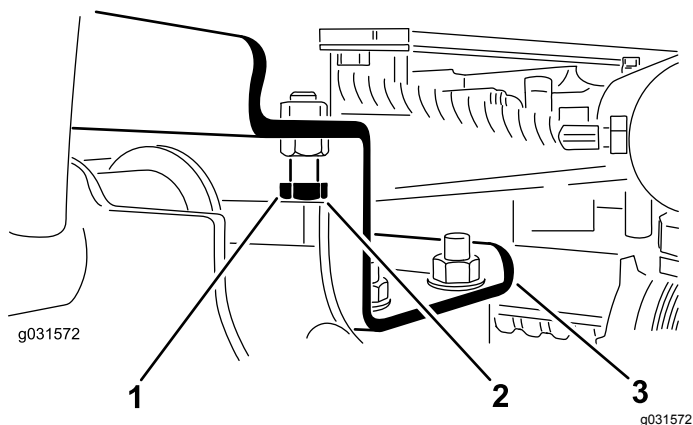

Рисунок 14
- A. Ослабьте затяжку упорных болтов (Рисунок 14).
2. Убедитесь, что зазор между каждым подъемным рычагом и фиксирующим болтом составляет от 0,13 до 1,02 мм, как показано на Рисунок 14.